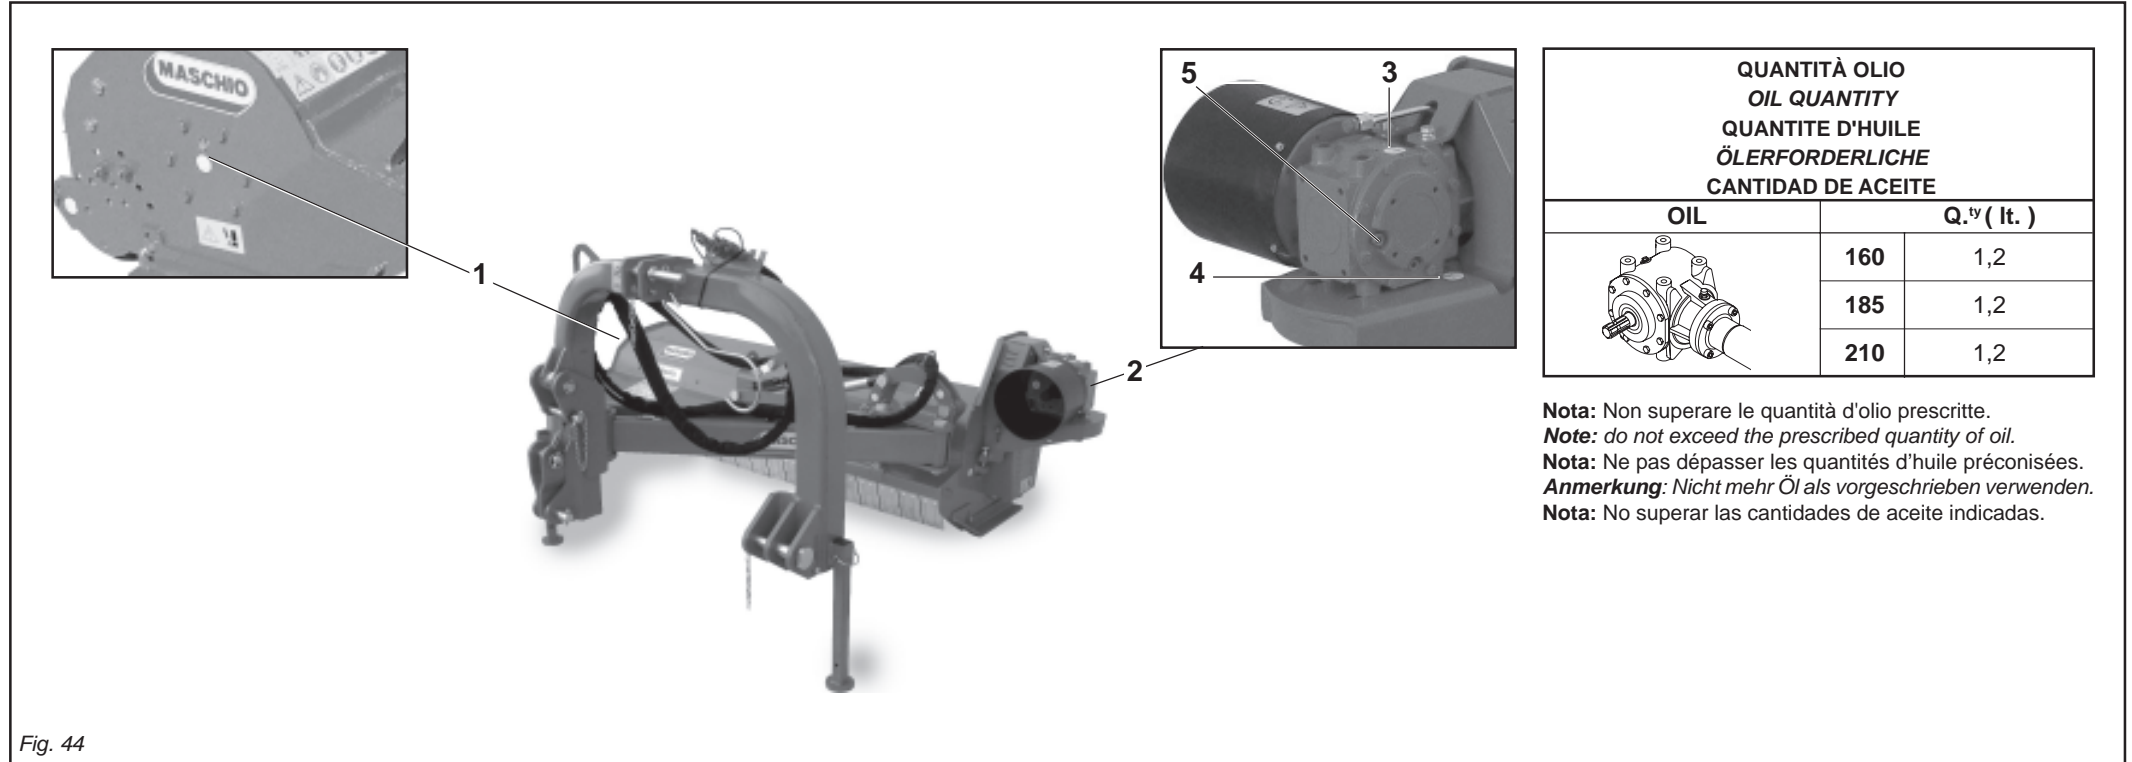

Fig. 44
- Controle el nivel de aceite en la caja del moltiplicador, si es necesario, restablézcalo hasta la muesca del nivel (5 Fig. 44).
- Effettuare il cambio completo dell'olio del moltiplicatore, scaricando completamente l'olio dal tappo di scarico posto sotto la scatola moltiplicatore (4 Fig.44).
- Carry out a complete oil change of the overdrive, discharging all the oil from the discharge cap located below the overdrive box (4 Fig. 44).
- Changer complètement l'huile du moltiplicateur, en évacuant l'huile par le bouchon de vidange qui se trouve sous le boîtier du moltiplicateur (4 Fig. 44).
- Das gesamte Öl des Übersetzungsgetriebes wechseln. Das Öl vollkommen über die Ablassöffnung, die sich auf der Unterseite des Gehäuses befindet, auslaufen lassen (4 Abb. 44).
- Cambie totalmente el aceite del moltiplicador, descargándolo por el tapón de descarga que está colocado abajo de la caja del moltiplicador (4 Fig.44). Es aconsejable además efectuar la sustitución de los tubos hidráulicos teniendo cuidado de descargar antes de la instalación hidráulica eventuales residuos de presión.